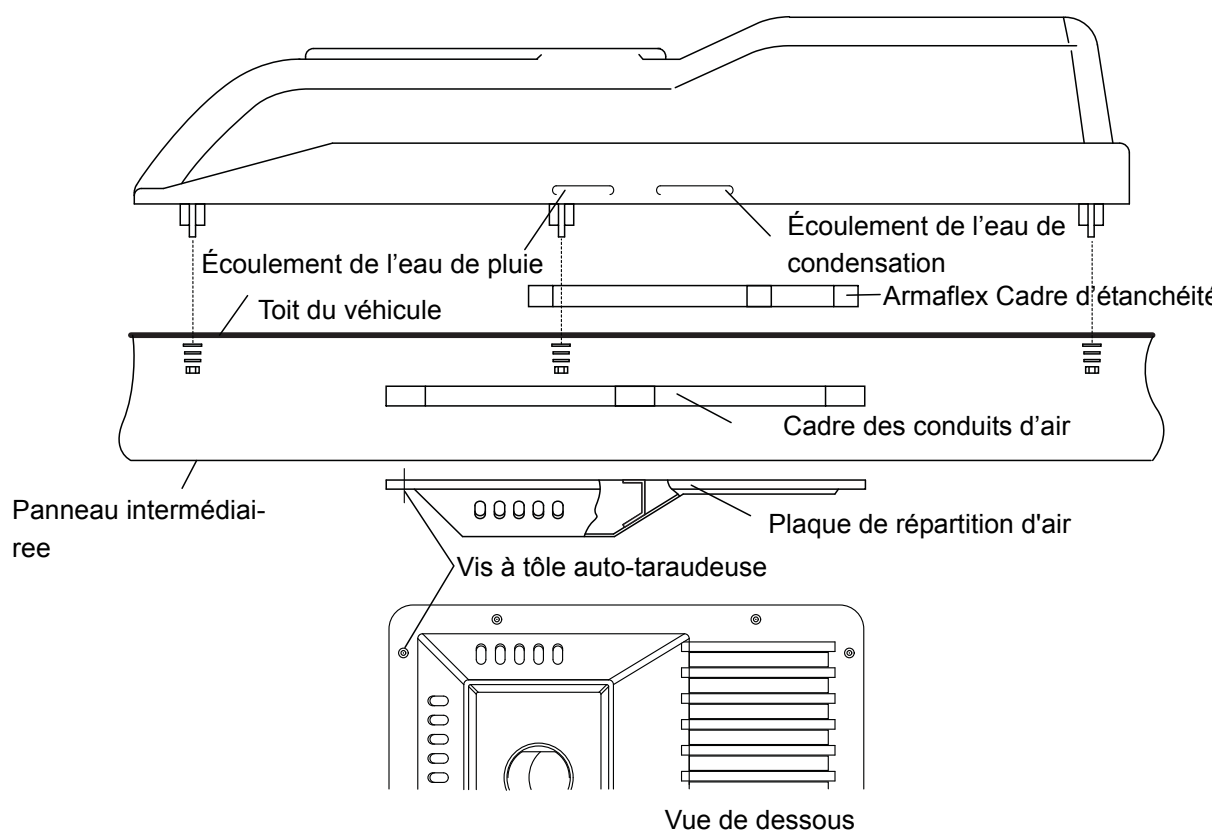

Fig. 4.3
- Préparer l'intérieur du toit de manière à pouvoir monter la plaque de répartition d'air sous le toit (voir figure 4.3).
- Coller le cadre d'étanchéité sur le toit suivant fig. 4.3 à l'aide du produit Sikaflex 221 contenu dans le kit de montage.
- a) Poser la plaque de base sur le toit (cadre d'étanchéité), l'aligner, positionner les silentblocks sous les 9 points de fixation et insérer les 9 vis M8 (avec les rondelles) à travers les trous (fig. 4.3).
- d) Positionner la plaque de répartition d'air conformément à la figure 4.3 et la fixer avec 10 vis à tôle auto-perforantes au panneau intermédiaire du toit ou à des tôles de maintien appropriées éventuellement confectionnées soi-même. Si vous avez commandé le filtre de circulation d'air en option, celui-ci est à insérer dans la zone d'aspiration de la plaque de répartition d'air.